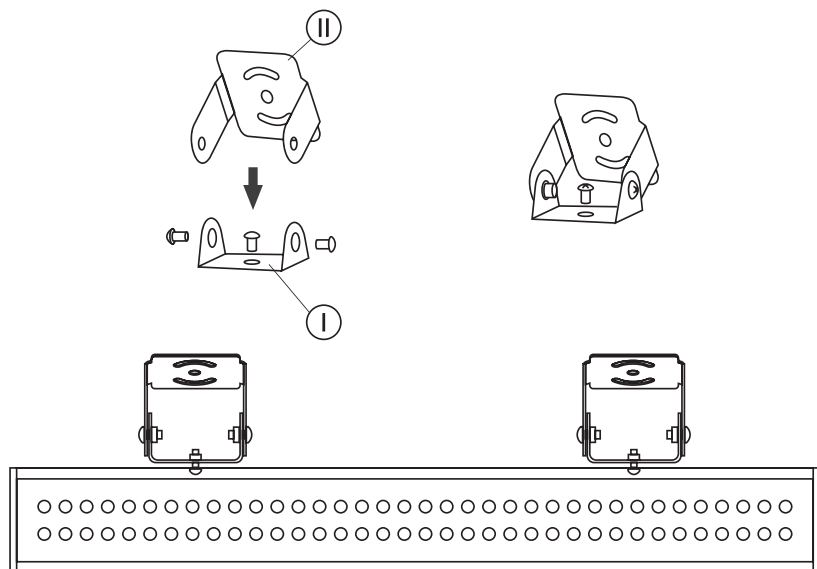

Рис. 1. Установка и подключение светильника
- 3.1. Закрепите на поверхности поворотный механизм (II) (см. рис. 1).